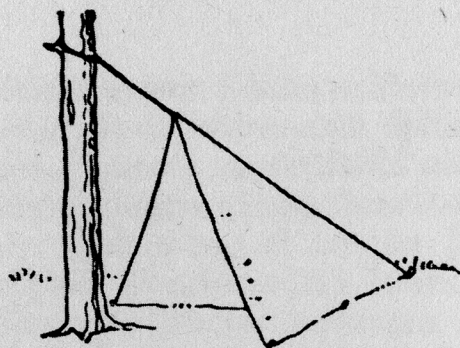
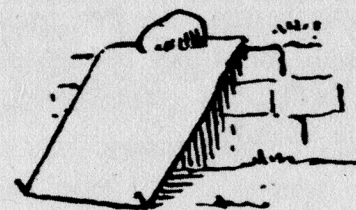

Abb. 11
Abb. 13
1. Das Waldläuferzelt (Abb. 11 und 12) ist das einfachste und kleinste Zelt und leicht aus einer Zeltbahn herzustellen. Zu achten ist lediglich darauf, daß die Öffnung nach der windgeschützten Seite schaut. Das Waldläuferzelt ist vornehmlich ein Schutzzelt. In lauen Sommernächten ist auch gut unter dem einfachen Dach zu schlafen. 2. Ein Dachzelt (Abb. 13) legen wir uns aus einer Bahn dann an, wenn wir einen Holzstoß oder eine senkrechte (niedrige) Mauer oder Wand beim Kastenplatz haben. 3. Ein Giebelzelt aus einer Bahn, wie es die Abbildung 14 zeigt, ist naturgemäß sehr niedrig. Es langt gerade, daß ein Mann darunter schlafen kann. Das eine Ende wird am besten mit Reisig, Erde oder Laub geschlossen. In etwa 60 cm Höhe wird zwischen zwei Bäumen eine Schnur gespannt (oder auch Stange befestigt!) und die Zeltbahn mit der Mittelsenkrechten (als Firstnaht) über die Schnur gelegt. An beiden Seiten spannt man zur Erde. Der Schlaf„schlauch“ ist etwa 60 cm hoch, 80—100 cm breit und 1,65 m lang. Wir brauchen mindestens vier, jedoch höchstens sechs Heringe. Im übrigen läßt es sich gut in diesem Zelt schlafen. Mit zwei Bahnen können wir immer noch kein geschlossenes Zelt herstellen. Immerhin bieten sich einige Möglichkeiten für den Bau von Schlafzelten. 4. Das First- oder Giebelzelt aus zwei Bahnen bietet drei Leuten bequem Schutz. Wir können es entweder auch wieder ohne Verwendung von Zeltstäben (Abb. 15) oder mit Stäben und Verspannung (Abb. 16) bauen. — Haben wir Giebel-dreiecke, dann sind die Stirnseiten zu verschließen. Im andern Fall greifen wir wiederum zu Reisig und Laub. Bietet sich Gelegenheit, das Zelt mit einer Stirnseite gegen eine senkrechte Wand zu stellen (Abb. 17), so nutzen wir diese selbstverständlich aus. Das Firstzelt bietet nun allerlei Möglichkeiten zur Vergrößerung, wenn man genügend Bahnen zur Verfügung hat. Im allgemeinen soll man jedoch nicht über drei bis vier Bahnlängen (Abb. 18) hinausgehen.
weil man auch so beim Aufbau des Dreier-Spitzzeltes vorgehen kann: Bahnen aneinanderknöpfen, in Punkt 1 und 2 anpflocken, vier Stäbe ineinanderschieben und durch die drei in ● zusammenstoßenden Ösen stecken. Zeltstab aufstellen, von oben beginnend die noch offene Seite zuknöpfen bis 3, nun das Zelt fertig spannen und die schraffierten Ecken einschlagen. Benötigt werden außer Stäben und Zeltbahnen noch 9 Heringe. Das Dreier-Rundzelt bietet zwei Erwachsenen mit Gepäck oder drei Jungen Nachtquartier oder bis zu fünf Leuten Wetterschutz. 8. Halb offenes Firstzelt aus vier Bahnen (Abb. 26) ist von vier Mann mit umfangreichem Gepäck zu beziehen. Aufbau wie in Abbildung 27. Bei der angenommenen Windrichtung wird geknöpft: 1 über 2, 3, 4 und 2 über 3. Durch die in den Punkten ● zusammentreffenden Ösen werden die Stäbe (je drei ineinandergesteckt) geschoben und das Zelt aufgestellt. Den schraffierten Bahnteil schlage man ein. Er dient als Unterlage. Bahn 4 wird nicht an Bahn 2 angeknöpft, sondern in a und b angepflockt. Bahn 4 bildet also ein Waldläuferzelt, wie wir es aus der Abbildung 11 oder 12 kennen. Darunter wird das Gepäck verstaut. Der Zelteingang ist leicht mittels einem Reißiggeflecht zu verschließen. Bei diesem Zelt sind Spannschnüre in der Firstrichtung nötig. Man kann natürlich auf eine Spannschnur (auf der Seite des angeknöpften „Waldläuferzeltes“) verzichten. Das Zelt steht aber besser, wenn beiderseitig gespannt wird. 9. Das Vierer-Spiz- oder Vierer-Schlafzelt (Abb. 28) ist sehr flach und deshalb unbequem und nur zum Schlafen geeignet. Selbst das Schlafen darin kann ekelhaft und ungemütlich sein, weil Regenwasser infolge des geringen Bahnengefälles sehr schlecht abfließt und meist durchsickert. Schlafen können 8 bis 10 Leute im Vierer-Spizzelt. Die Bahnen werden wie in Abbildung 29 zusammengelegt und geknöpft (1 über 2 und 3, 2 über 4, 3 über 4). Der Zeltstab, aus zwei Teilen bestehend, wird in der Mitte aufgestellt. Eine Erhöhung des Zeltes kann man erzielen, wenn die schön abgestochene Grabenerde direkt unter die Bahnenränder gebracht wird. Den Graben hebt man um der Erhöhung des Zeltes willen etwas tiefer als sonst aus. Außer den Bahnen und dem Stab brauchen wir 16 Heringe. 10. Der Siebener ist 'ne feine Sache. Er ist 1,65 m hoch, 2,20 m lang und 3,30 m breit und hat die Form des Siebelzeltes. Wir knöpfen die Bahnen (7), wie aus der Abbildung 30 zu entnehmen ist, zusammen. Die Diagonale von 1 ist der First. Man braucht also keine Angst zu haben, daß von oben her Wasser einläuft, weil keine Firstknöpfung vorhanden ist. Man läßt die Mittelnahrt der Bahn als First gelten. Die Diagonalen der Zeltbahnen 3, 4, 7 und 6 sind die